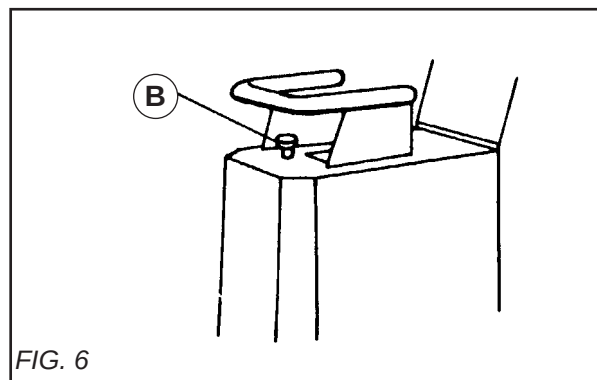

FIG. 6
- Por el orificio, verter el agua en el depósito (contenido 22 litros). El caudal de agua se ajusta mediante el botón moleteado (B) (VER FIG.6)